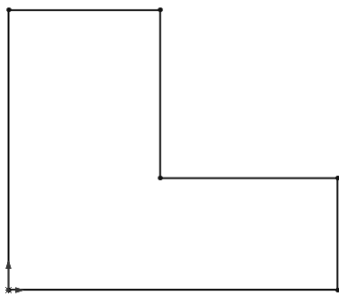

图 6-105 裁剪后的草图
- 4) 单击“草图”控制面板中的“剪裁实体”按钮 ，裁剪后的草图如图 6-105 所示。